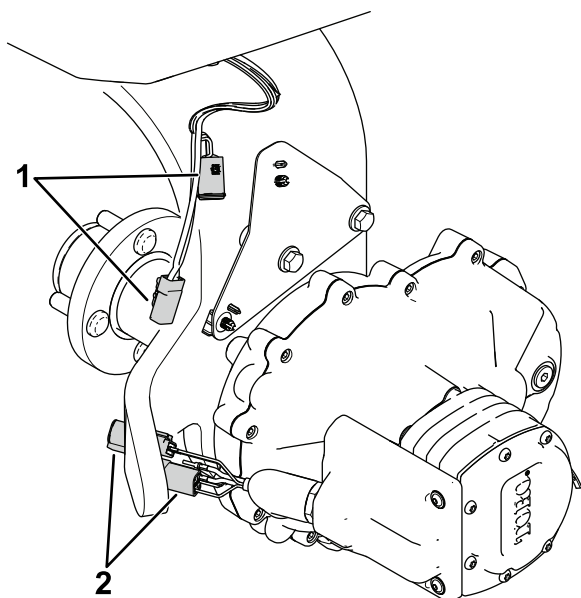

Рисунок 1
1. Отсоедините разъемы жгута проводов машины от разъемов двигателя (*Рисунок 1*).